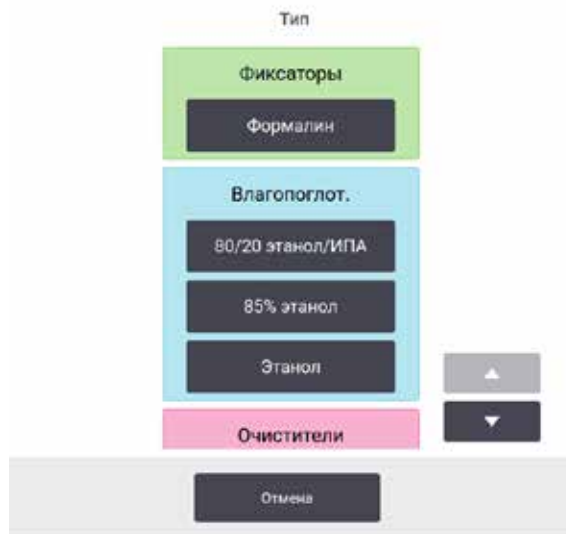

Рис. 72
2. Выберите **Reagent** (Реагент) > **Stations** (Станции) и нажмите на ячейку **Тип** (Тип) станции. Появится диалоговое окно **Тип** (Тип). (→ Рис. 72).